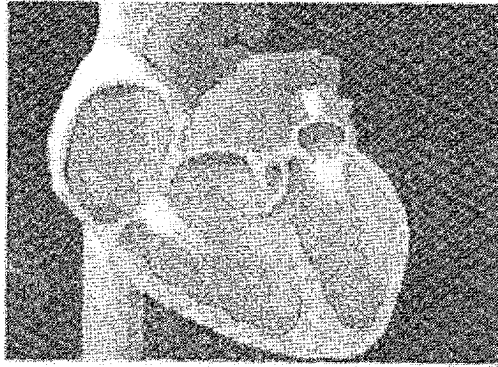

Рис. 1 Гибкий направляющий стержень проходит через место дефекта межжелудочковой перегородки и входит в верхнюю полую вену со стороны трёхстворчатого клапана.
5. Вставьте направляющий стержень через артерию и введите сердечный катетер вдоль направляющего стержня в левый желудочек и затем в правый желудочек через разрыв межжелудочковой перегородки в лёгочную артерию (см. Рис. 1).